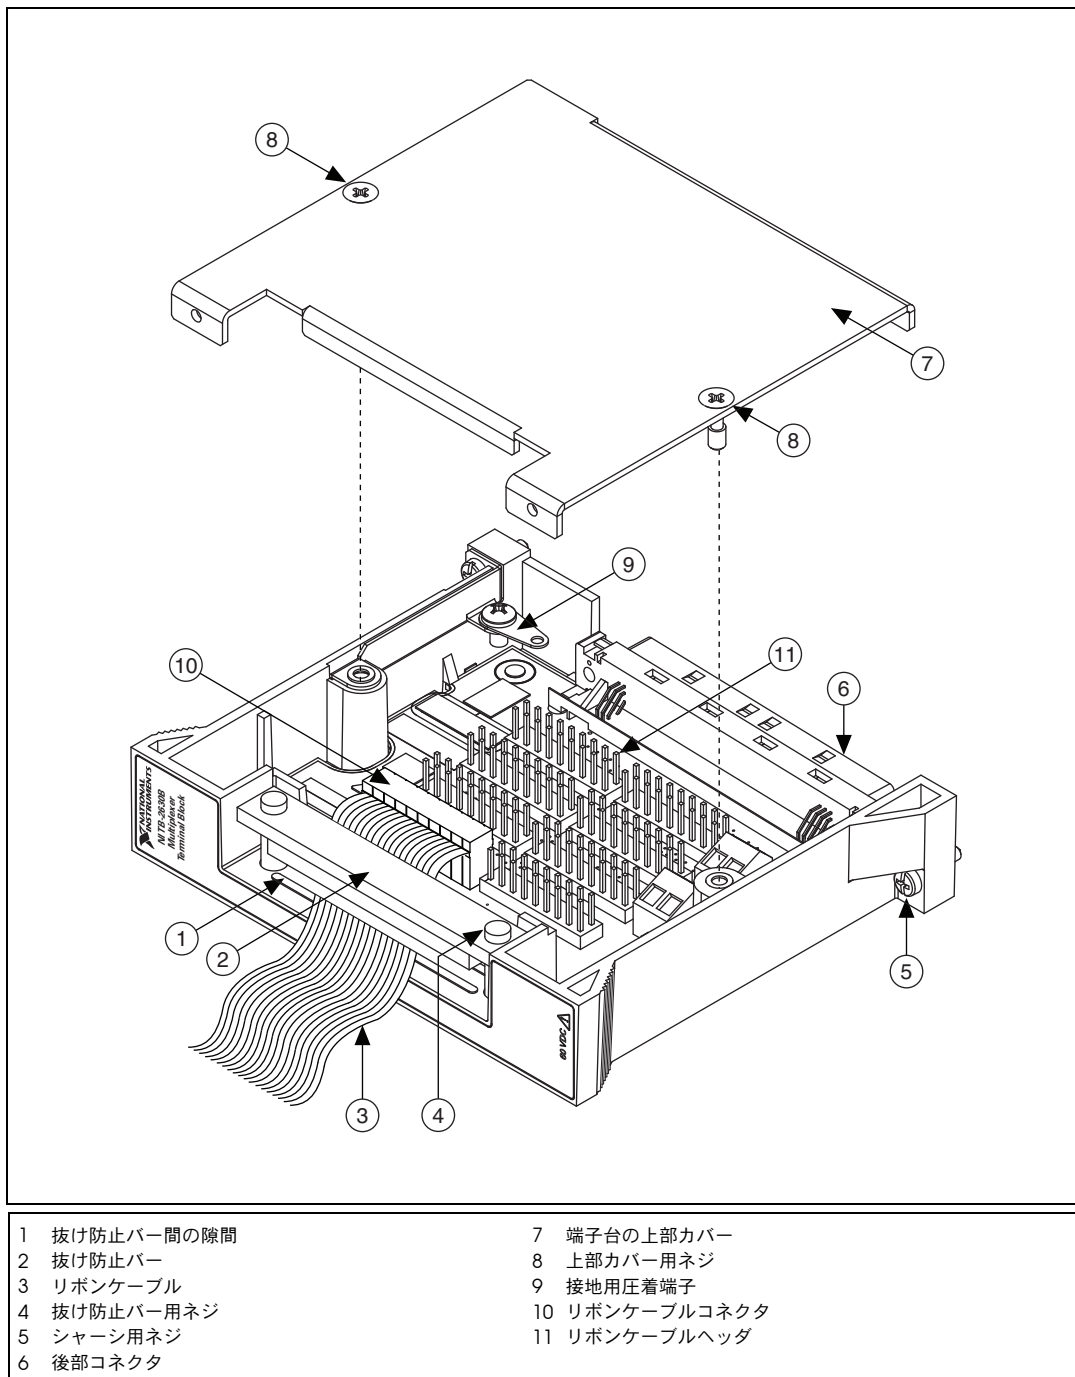

図 1 NI TB-2630B 端子台
6. リボンケーブルのシールドを図 1 に示すように接地用圧着端子に接続します。